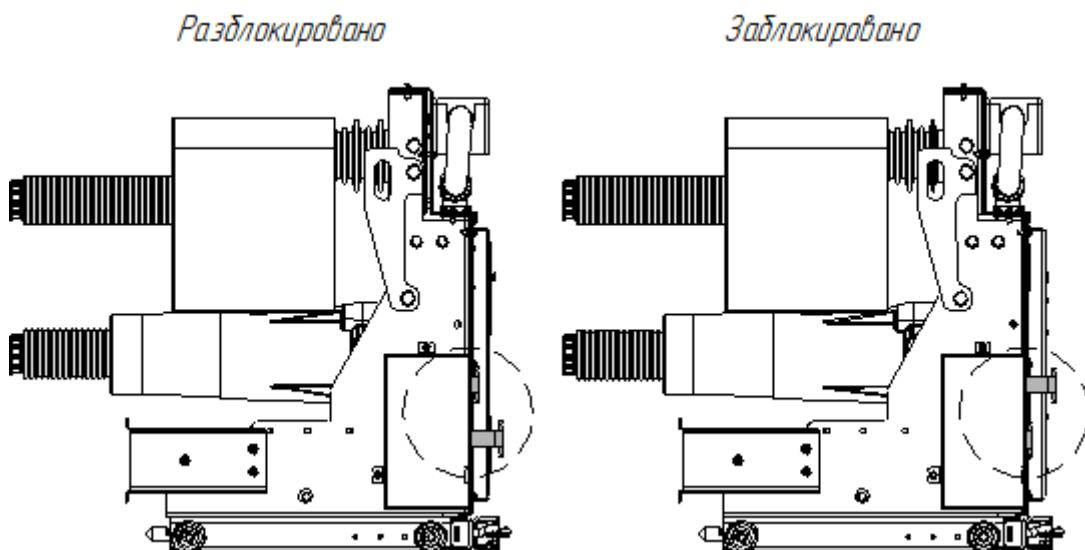

Рисунок 3 – Два положение механизма блокировки и отключения:
- 2) отключить коммутационный модуль и заблокировать (Рисунок 3);